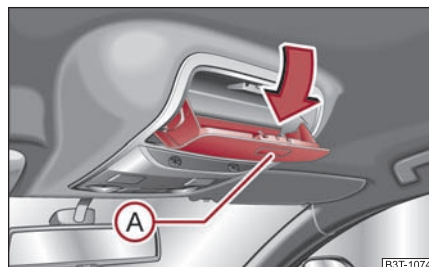

Fig. 112 Découpe dans le revêtement de pavillon: Rangement pour lunettes
- Appuyez sur la touche (A), le vide-poches se rabat ⇒ fig. 112.